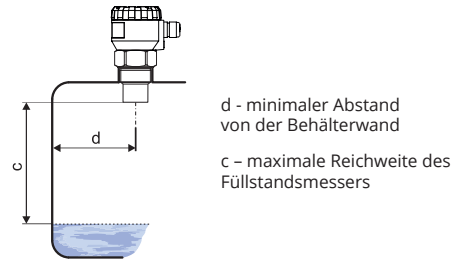

Abb. 3: Entfernung des Füllstandsmessers von der Behälterwand
- Die **Mindestabmessungen** für die Montage im Deckel oder Behälterdecke sind der Abb. 3 zu entnehmen.